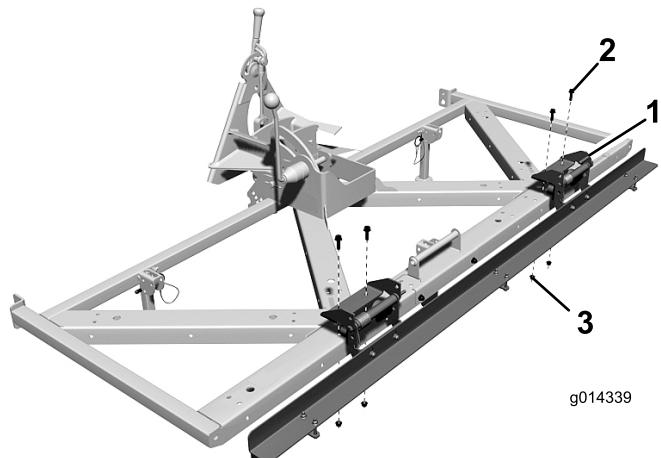

Figura 9
1. Prenda cada um dos suportes de acessório magnético na parte superior da vassoura de relva com (2) parafusos 5/16 x 1 pol. e porcas (Figura 9).